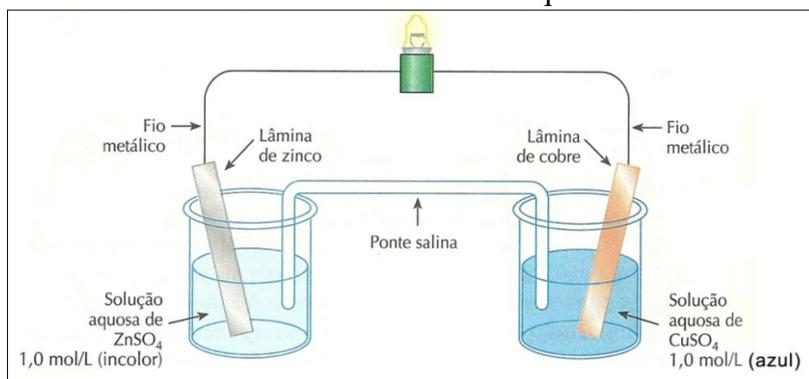

Figura 1: Representação da Pilha de Daniel.
- Conforme a Figura 1 mergulhe uma extremidade da mangueira (ponte salina) no béquer contendo sulfato de zinco e a outra extremidade no béquer contendo sulfato de cobre.